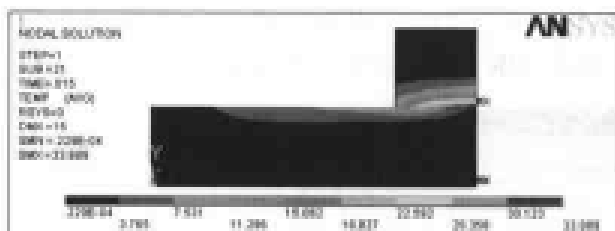

图 13-176 滑块运动结束时其内部温度场等值线
(1) 选择 Main Menu | General Postproc | Plot Results | Contour Plot | Nodal Solu 命令,出现 Contour Nodal Solution Data 对话框,在 Item to be contoured 列表框中选择 Nodal Solution | DOF solution | Nodal Temperature 选项,单击 OK 按钮,ANSYS 窗口将显示如图 13-176 所示的滑块运动结束时的温度场等值线图。